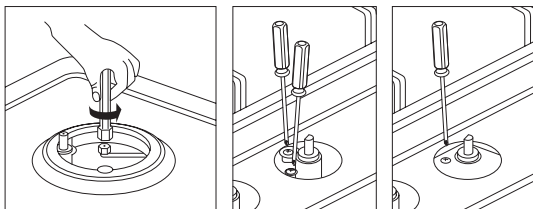

Рис. 9
- снимите ручку управления и вращайте ее регулировочный винт (расположен сбоку или внутри стержня регулятора) в разные стороны пока пламя не станет малым, но устойчивым (Рис. 9).
Горелка гаснет при установке рукоятки в положение «Слабое пламя»	<ul style="list-style-type: none">– Отверстия в горелке не забиты.– Вокруг нет сильных сквозняков.– Минимум подачи газа установлен корректно (см. Рис.9 и раздел «регулировка минимального пламени»).